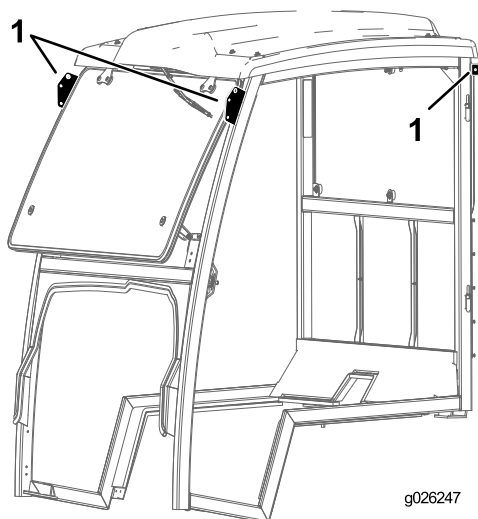

Figura 31
5. Sostenga el chasis de la cabina usando los puntos de izado y colóquelo sobre la máquina (Figura 31).